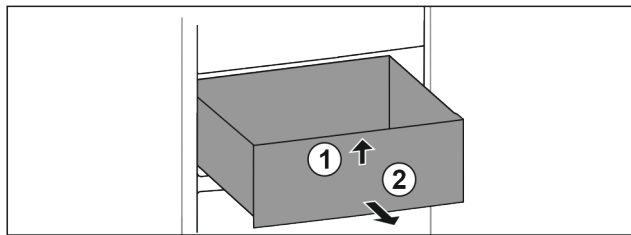

Fig. 54
- Soulever la partie avant du tiroir. Fig. 54 (1).
- Retirer le tiroir par l'avant. Fig. 54 (2)